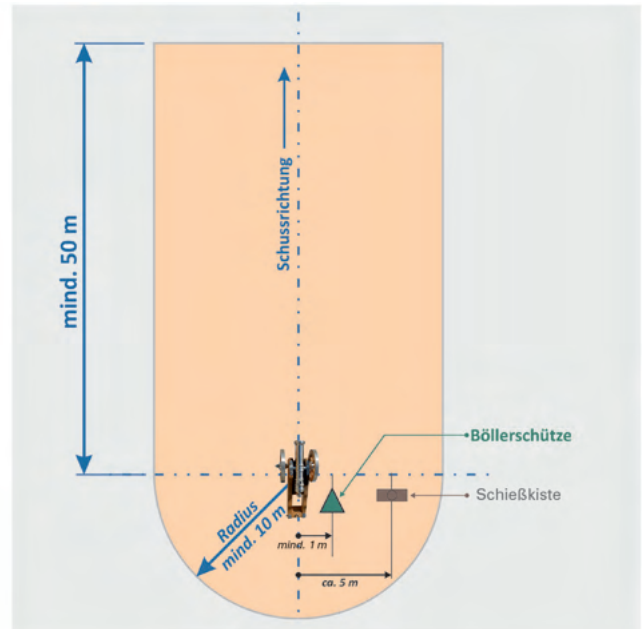

Abb. 41: Empfohlener Sicherheitsbereich Vorderladerkanone
- Sicherheitsbereich prüfen und festlegen (s. Abb. 41).